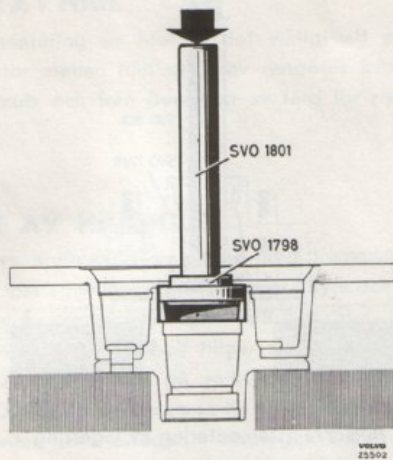
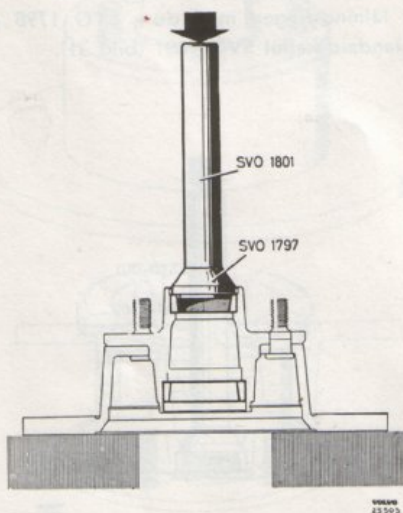

Bild 29. Montering av inre lagerring.
Bild 30. Montering av yttre lagerring.
6. Pressa i de nya lagerringarna. Förutom standardskaft SVO 1801 användes för inre lagrets ring dorn SVO 1798 (bild 29) och för yttre lagrets ring dorn SVO 1797 (bild 30).